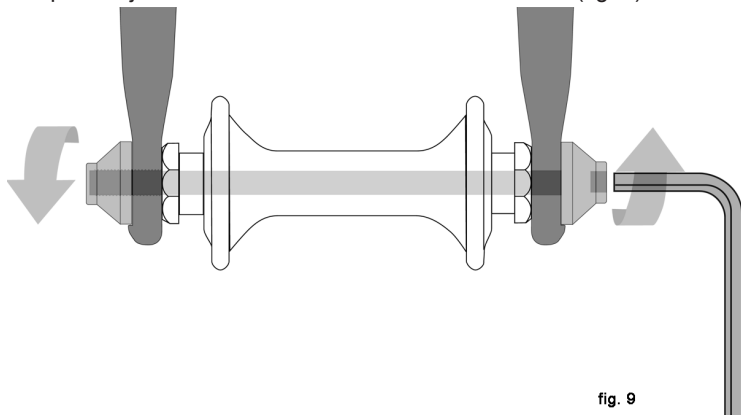

fig. 9
- Um eixo tirante com uma porca fixa numa extremidade e uma porca ajustável com entrada sextavada percorre o interior do eixo principal oco. O aperto da porca ajustável é feito com uma chave sextavada (fig. 9)